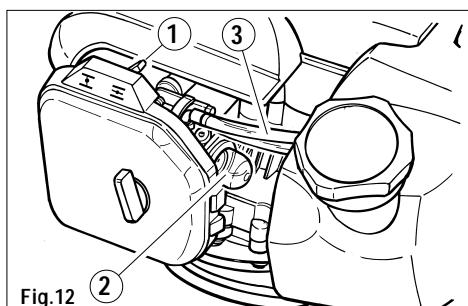

Fig.12
- 3) Deslocar a alavanca do ar situada à direita da tampa do filtro de ar (fig.12 det. 1) na posição .
- 4) Pressione a fundo repetidamente o bolbo primer (fig. 12 det. 2) até o carburante voltar para o reser-
vátorio através do segundo tubinho transparente (fig. 12 det. 3).
8) Deslocar para trás a alavanca do ar na posição |#| (fig.12 det. 1).